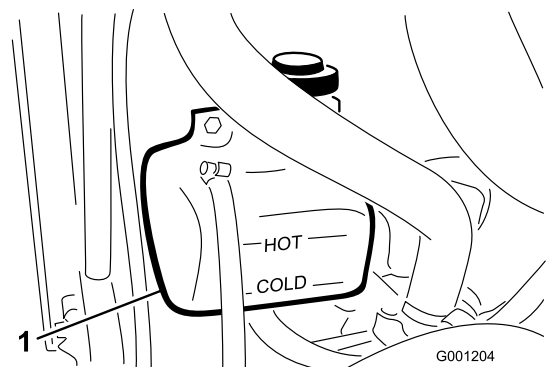

Figura 24
1. Verifique o nível de líquido de arrefecimento do depósito secundário (Figura 24).